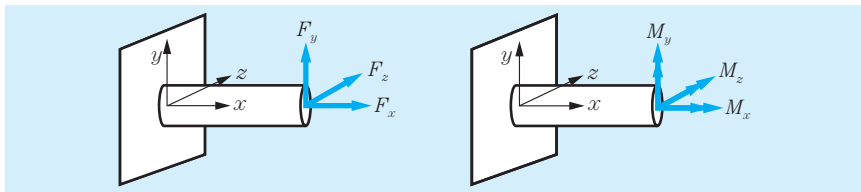

図 1.1 カおよびモーメントの成分(各3個)
カもモーメントも向きを考えると  $x, y, z$  方向の3成分に分けられる。**図 1.1** において、 $F_x, F_y, F_z$ 、および  $M_x, M_y, M_z$  の合計6種類である。カやモーメントによって、部材は引張・圧縮、せん断、ねじり、曲げなどの変形を生じる。
**【問】** 図 1.1 において、どの力やモーメントが、棒にどのような変形をさせるかを考えよ。
力やモーメントを受けても部材が静止していれば、その部材において力やモーメントは釣合っている。計算する場合に 2 次元で考える方がわかりやすい。ここでは  $xy$  座標系による 2 次元平面での釣合いを考える。2 次元の場合、作用する力は  $F_x$  と  $F_y$ , モーメントは  $M_z$  (簡単に記述するため単に  $M$  と書く) で、釣合いは合計三つである。なお、ここで扱う 2 次元問題は図 1.1 における  $xy$  平面で表示する。 $x$  軸は右向きを正、 $y$  軸は上向きを正とする。また、モーメントは時計回りを正とする。